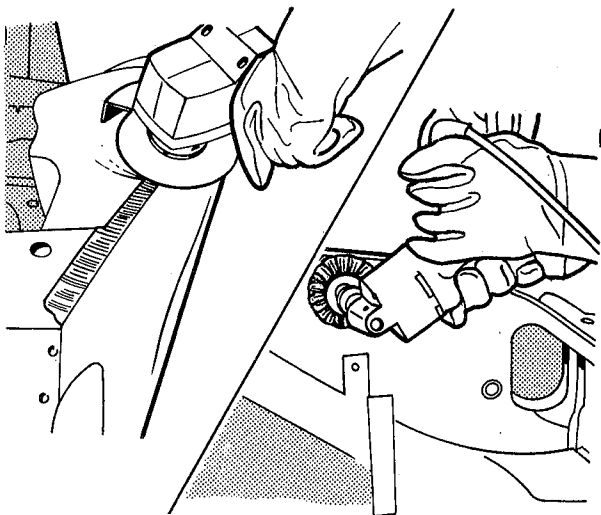

fig. 70
8. Alinhar e lixar as abas de solda da saia do pára-lama, painel dianteiro e coluna "A". Lixar a parte inferior da aba de solda da saia do pára-lama, para posterior solda a ponto, em ambos os lados (fig. 70)